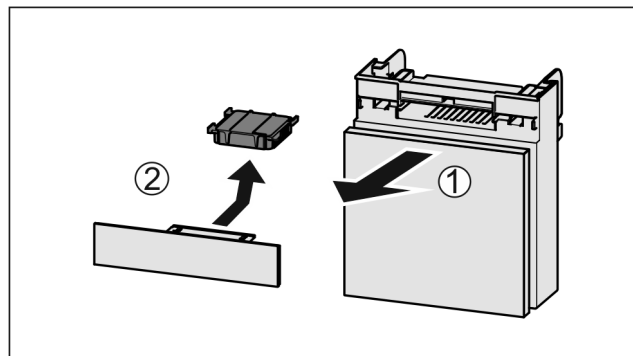

Fig. 255
- Zásuvku vytáhněte dopředu Fig. 255 (1).
- Filtr s aktivním uhlím vyjměte Fig. 255 (2).